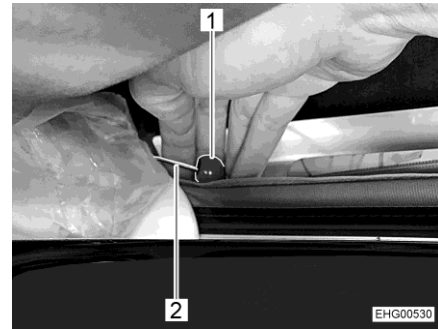

Bild 48 Notentriegelung
- Auf beiden Seiten am roten Knopf (Bild 48,1) des Seilzugs (Bild 48,2) ziehen.